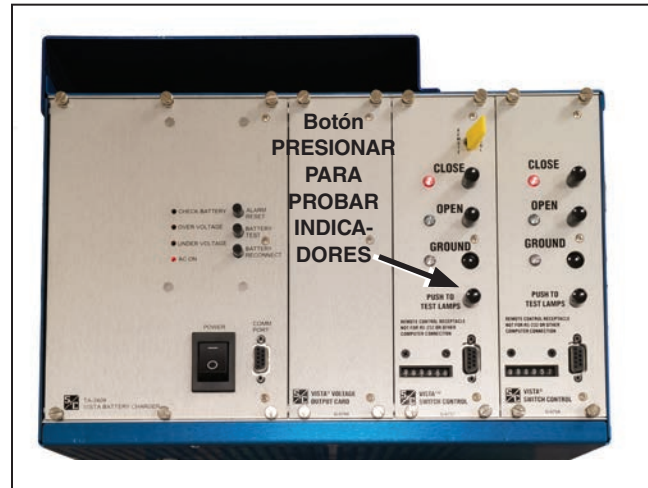

Figura 131. El botón PUSH TO TEST LAMPS (PULSAR PARA PROBAR LAS LÁMPARAS) en el tablero de control.
PASO 2. Verifique que todas las pantallas LED funcionan pulsando el botón PUSH TO TEST LAMPS (PULSAR PARA PROBAR LAS LÁMPARAS) en cada tablero de control. Ver Figura 131.
PASO 3. Lleve a cabo las siguientes operaciones usando los botones de tablero de control, como se muestra en la Figura 131: